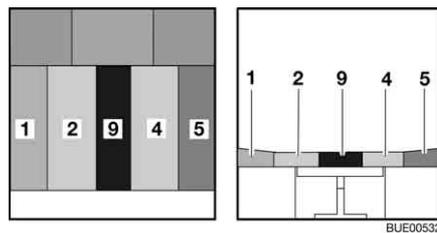

Bild 90 Nach dem Umbau
- Das Zusatzpolster (Bild 90,9) zwischen die Sitzpolster (Bild 90,2 und 4) legen.